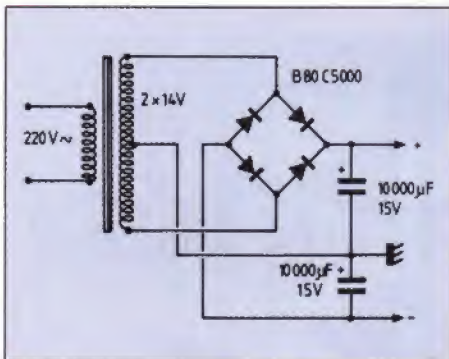
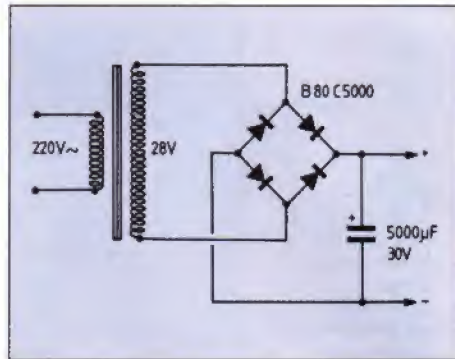

Fig. 3. - Alimentation double symétrique, convenant pour le montage de la figure 1.
Fig. 4. - Avec une alimentation simple, on n'économise qu'un seul condensateur.
**Schémas d'alimentation.** La figure 3 présente le schéma d'un circuit d'alimentation utilisable pour le montage de la figure 1. Passant à la figure 4 on